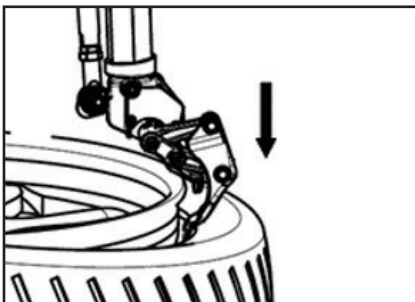

图 5-2-4
- 向下扳动拆胎钩控制阀（参考第二章 / 图 2-1/ 序号 21 拆胎钩控制阀），使拆胎钩进入胎唇内侧，如果拆胎钩运行到底部未进入胎唇内侧，可点踩转盘转向踏脚，让转盘轻微转动，使拆胎钩进入胎唇内侧，如图（参考第五章 / 图 5-2-4）所示。如果胎唇较硬，可以使用辅助臂压胎杆压低胎唇，以便拆胎钩能够顺利进入胎唇内侧。